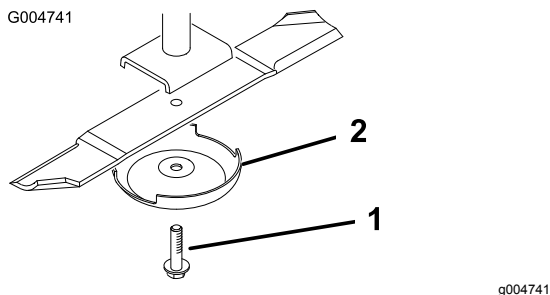

Figure 109
3. Enlevez le boulon, la coupelle de protection et la lame de l'axe de pivot (Figure 109).